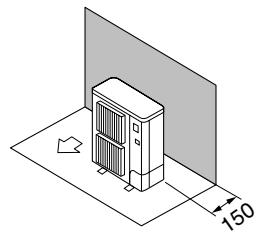

Fig. 2-2
① Enbart hinder på baksidan (Fig. 2-2)